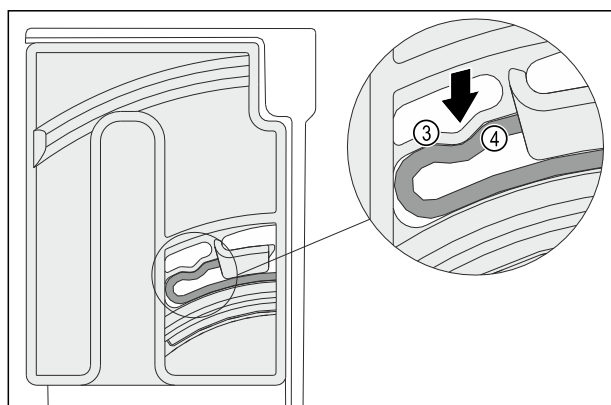

Fig. 97
- ▶ Elastisches Element Fig. 97 (3) der Dreheinheit rastet hörbar in der Rundform der Rippe Fig. 97 (4) ein.